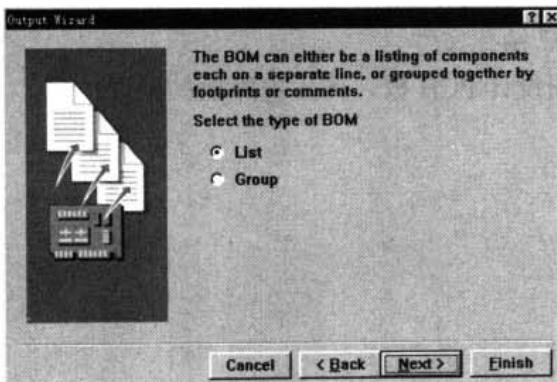

图 18-15 选择元件列表形式
(4) 文件格式设置完后，单击 Next 按钮，弹出如图 18-15 所示的元件列表形式选择对话框。